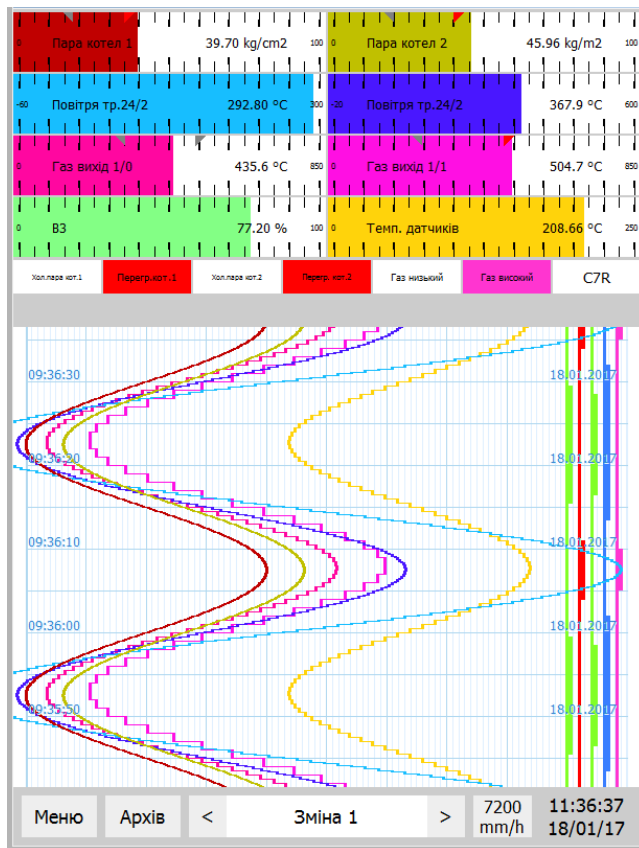
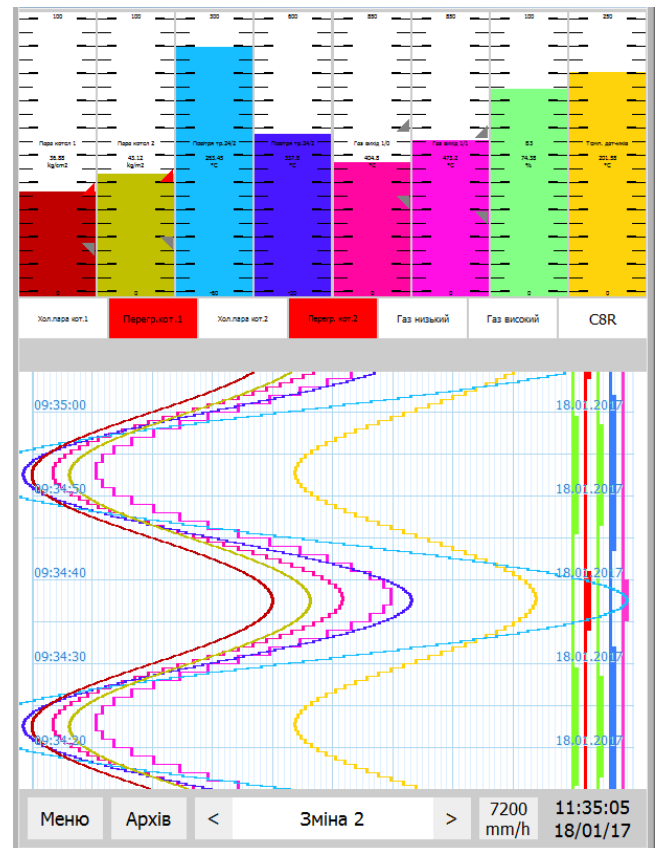

Рисунок 2.18. Горизонтальна гистограмма
Рисунок 2.19. Вертикальна гистограмма
2.3.3 В зависимости от настроек вид рабочего стола можно изменять, заменив цифровые индикаторы на горизонтальные или вертикальные гистограммы (рисунок 2.18, рисунок 2.19).